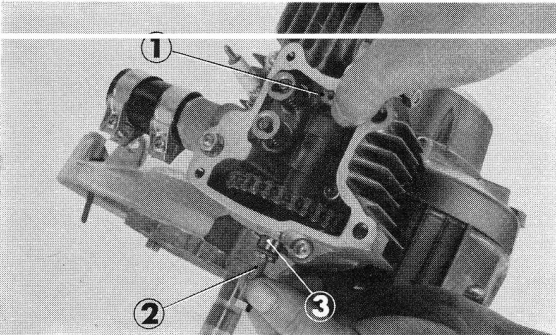

Figure 2-7: ① goujon de 3×12 ② boulon
**L'axe de l'arbre à cames peut être facilement extrait en y vissant un boulon (figure 2-7).**